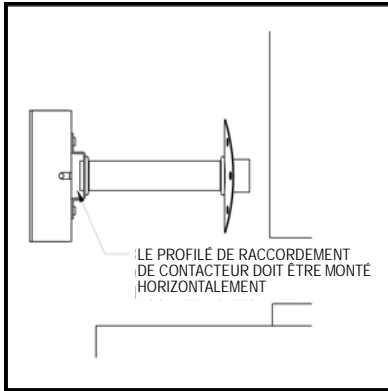

Figure 17
4. Fixer le dispositif au conduit d'évacuation avec un minimum de 4 vis à tôle. Le profilé doit être monté horizontalement, sauf indication contraire du fabricant de l'appareil (voir Figure 17).